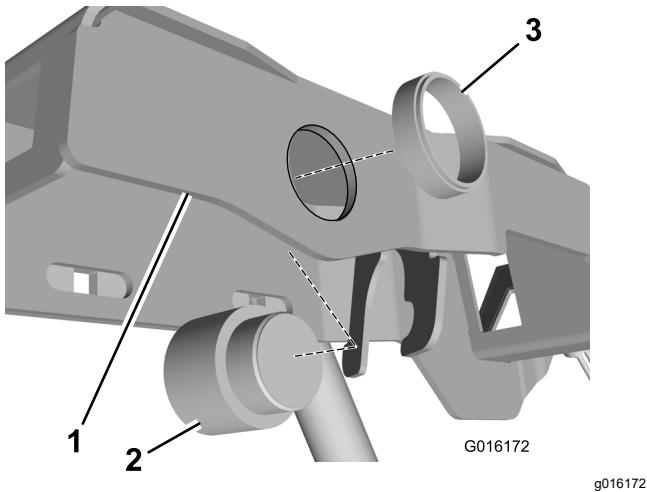

図2
6. 音声アラームをコンソールアームフレームに取り付ける図2。